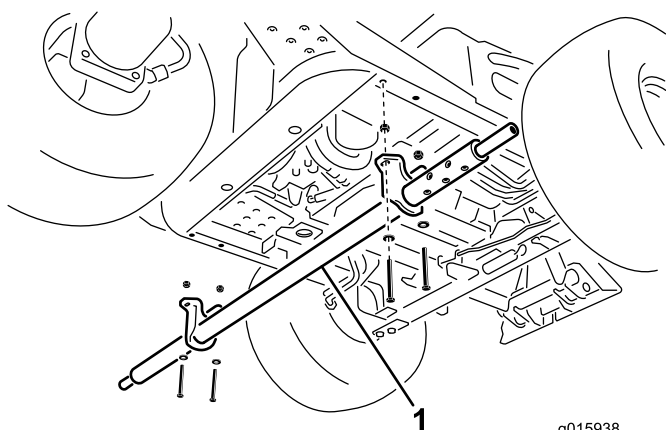

Figura 11
1. A partir do lado esquerdo da máquina, deslize o conjunto do tubo transversal sob a máquina, alinhando os furos de suporte de montagem com os furos em cada tubo de estrutura (Figura 11).
2. Prenda os suportes de montagem do tubo transversal aos tubos da estrutura com 4 parafusos (3/8 x 3 pol.), anilhas planas e porcas de bloqueio (3/8 pol.) (Figura 11).